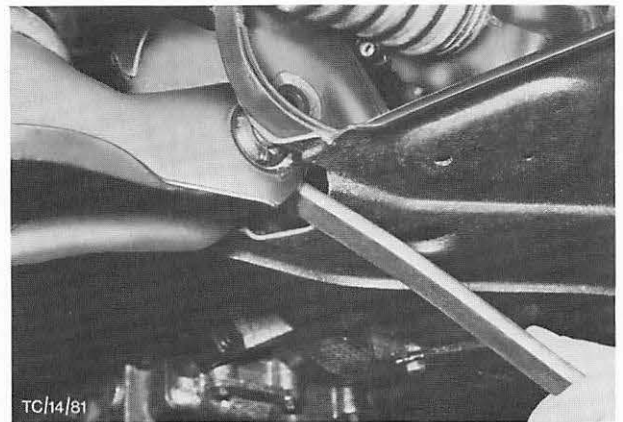

Abb. 36 Querlenker unten wegdrücken
10. Mutter der unteren Querlenkerbefestigung am Verbindungsträger entsplinten und abschrauben. Schraube heraustreiben, unteren Querlenker mit einem Montierhebel vom Verbindungsträger wegdrücken, Abb. 36, und Feder durch Lösen der großen Werkzeugmutter ganz entspannen.